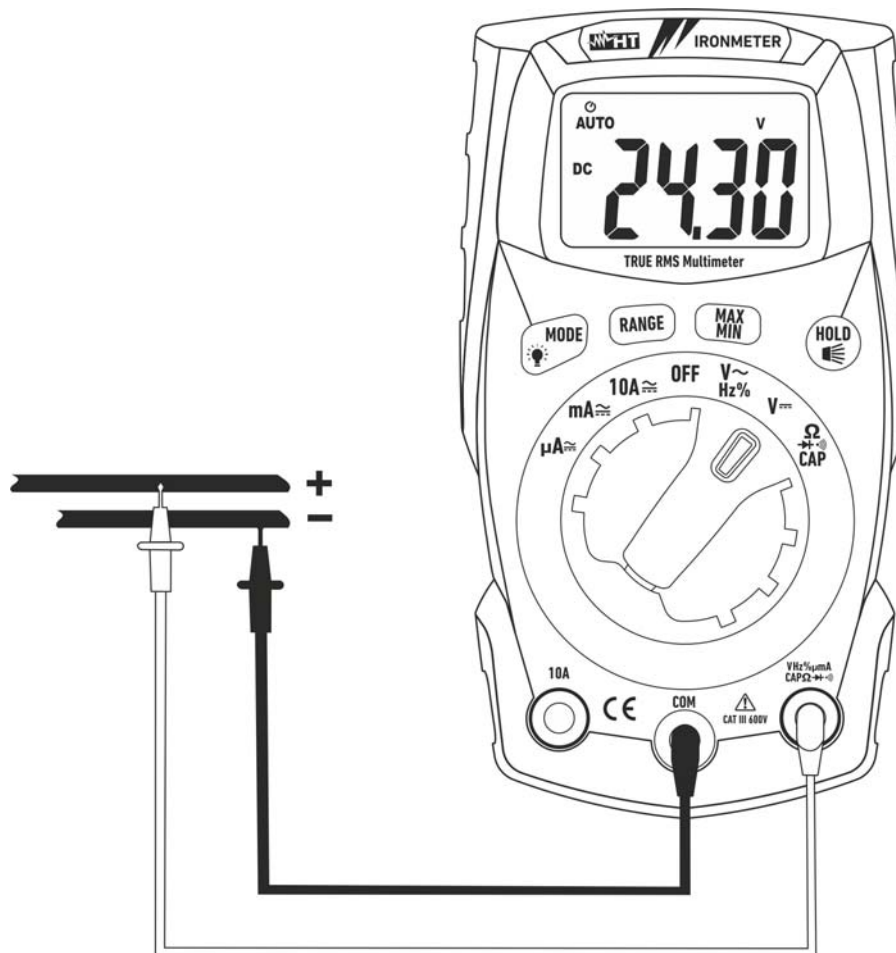

Fig. 3: Uso del instrumento para medida de Tensión CC
3. Posicione la punta roja y la punta negra respectivamente en los puntos a potencial positivo y negativo del circuito en examen (vea Fig. 3). El valor de la Tensión se muestra en pantalla.
5. La visualización del símbolo "-" en el visualizador del instrumento indica que la Tensión tiene sentido opuesto respecto a la conexión de Fig. 3.